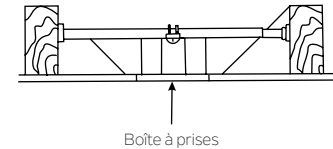

Fig. 4
**REMARQUE :** Selon l'emplacement sélectionné pour l'installation, il peut s'avérer nécessaire d'acheter et d'installer un étrier à solive pour soutenir la boîte à prises. S'assurer que l'étrier à solive a été conçu pour une utilisation avec des ventilateurs de plafond. (Fig. 4)